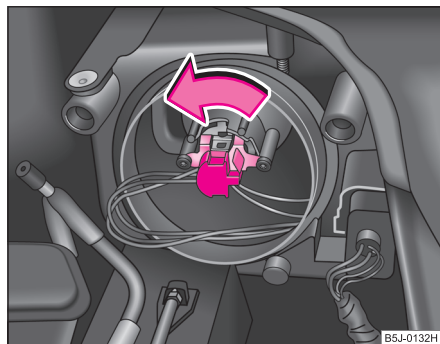

Fig. 185 Desmontaje de la bombilla para la luz de cruce y de carretera
- En el faro con módulo (bombilla de halógeno H7), ⇒ fig. 185 girar el conector junto con la bombilla de halógeno hasta el tope hacia la izquierda y retirarlo.